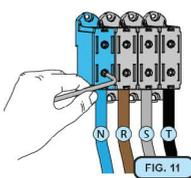

FIG. 11
- Conecte o cabo de neutro (se houver) e os cabos R, S e T aos respectivos terminais da borneira de saída CA (39). (FIG. 11)